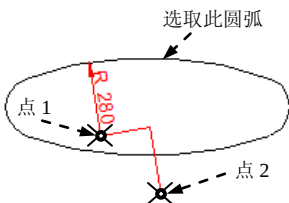

图 8.2.3 定义参照对象
- 按钮：将一条投影线放在半径尺寸上。当圆弧的半径比较大的时候，需要对尺寸线进行截断，此时在尺寸标注时可按下此按钮，选择如图 8.2.3 所示的圆弧，然后单击点 1，拖动鼠标单击点 2，完成标注。